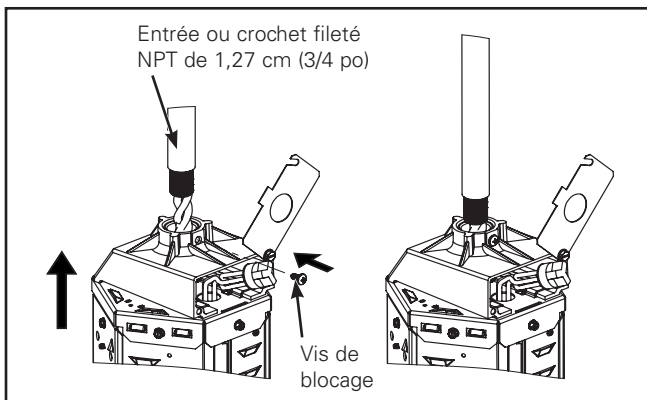

Figure 5.
3. Installez le luminaire à l'entrée fileté NPT de 1,27 cm (3/4 po) et serrez bien la vis (Figure 5).